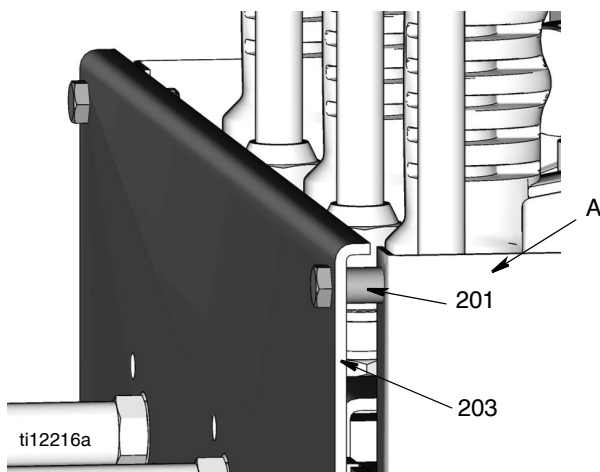

Рис. 1
1. Чтобы переоснастить имеющуюся м/р колонку для размещения расходомеров Matrix, установите распорки (201) между колонкой (А) и передней панелью (203) (Рис. 1).